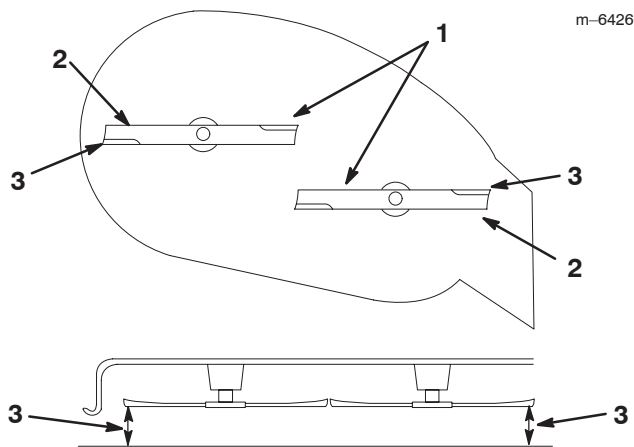

Figure 37
5. Tournez prudemment les lames pour qu'elles soient parallèles dans le sens transversal (Fig. 37). Mesurez la distance entre les tranchants extérieurs et le sol plat (Fig. 37). Si les deux mesures diffèrent de plus de 5 mm (3/16 pouce), l'horizontalité transversale doit être réglée (voir les points 6 à 8).